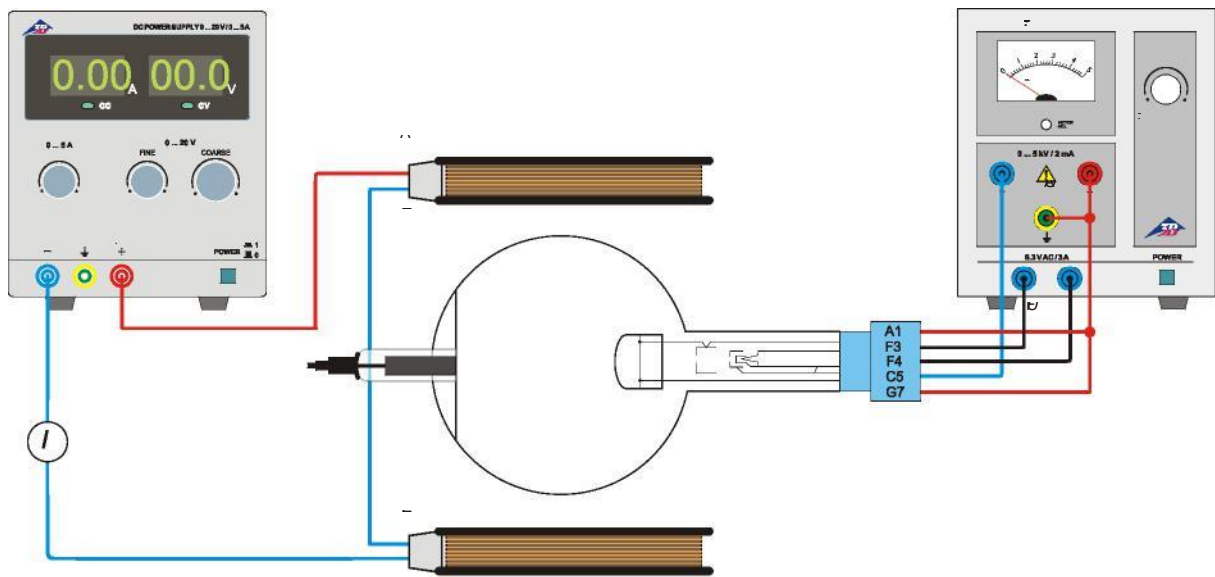

Fig. 3 Abschätzung der spezifischen Elektronenladung e/m
- Versuchsaufbau gemäß Fig. 3.